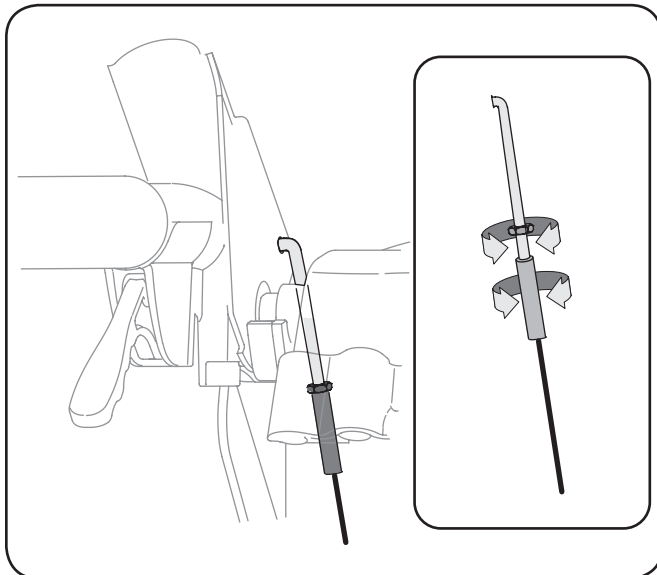

Figura 6-7
3. Hilo de la virola sin convertir el cable a la "Z" montaje hasta que no haya holgura en el cable. Ver la Figura 6-7. No en exceso el cable. Mantenga los pisos en la virola con unos alicates y apriete la tuerca contra el atasco de la virola.
5. Reapretar la tuerca hexagonal de mermelada. Ver la Figura 6-7.